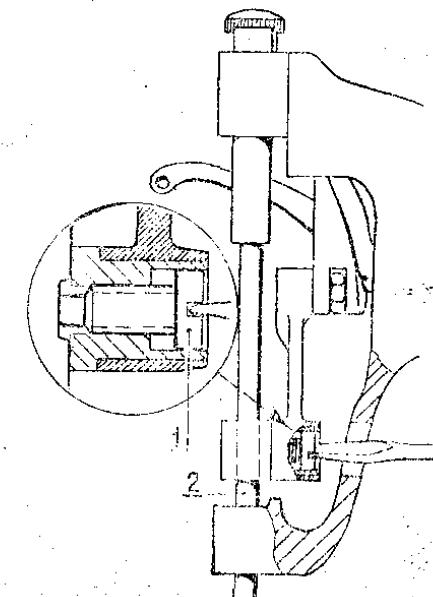

Рис. 44
- г) отвернуть винт 1 (рис. 44). Осторожно опустить или поднять иглодержатель 2 (приблизительно на 1 мм). Закрепить винт и опробовать машину в работе.